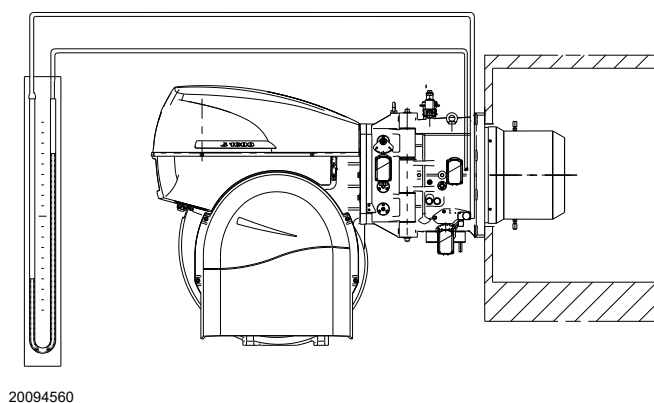

Fig. 28
- Monter un manomètre en U ou un manomètre de type différentiel (Fig. 28), avec la prise (+) sur la pression de gaz du manchon et (-) dans la chambre de combustion. Ceci sert à obtenir approximativement la puissance MAX. du brûleur.
L'arrivée de gaz au manchon est mise en évidence sur le manomètre en U (Fig. 28).